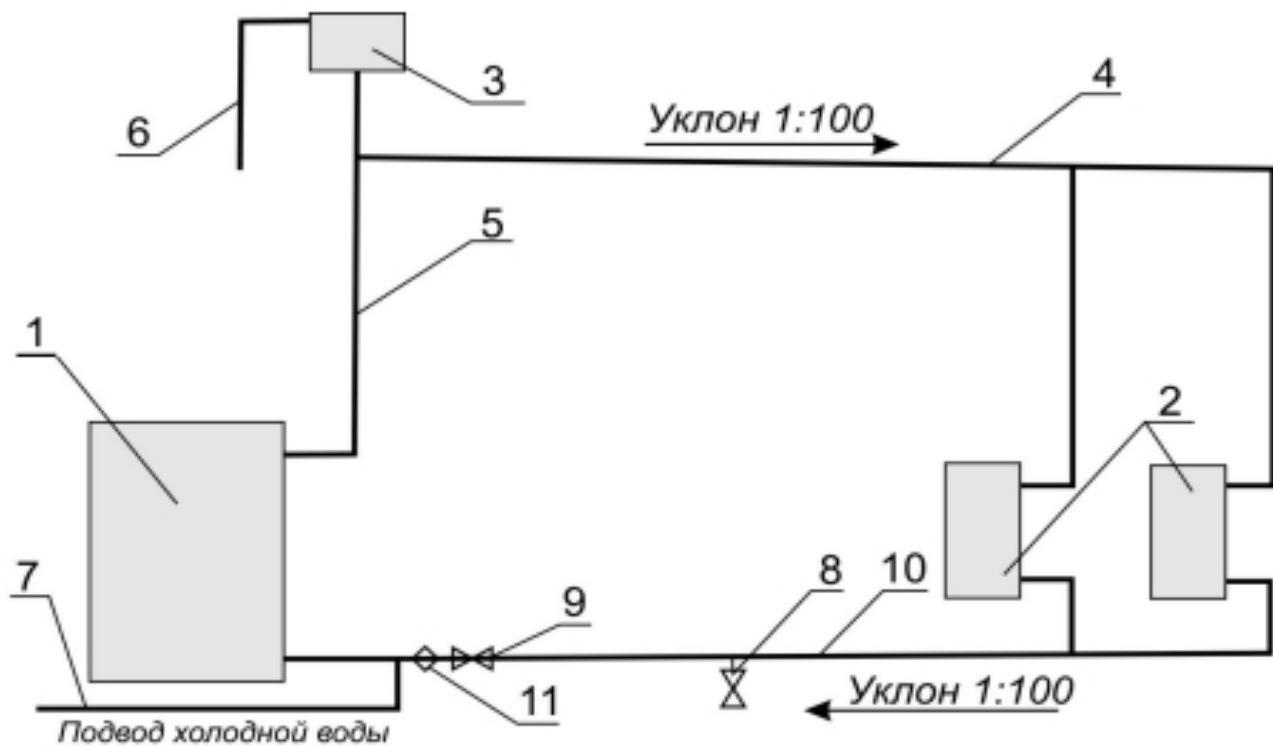

Рис.7-3
7.7. Горизонтальные участки трубопроводов системы отопления необходимо выполнять с уклоном не менее 10 мм на 1 м в сторону отопительных радиаторов и от них к котлу. Это делается с целью обеспечения свободного выхода воздуха при заполнении системы водой и исключает возникновение воздушных пробок. Примерная схема монтажа котла в системе отопления показана на рис.7-3.